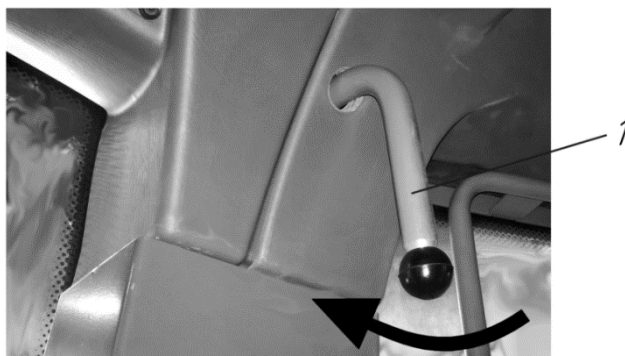

Рисунок 3.31. Разблокировка фиксатора двери
В полностью открытом положении, дверь кабины оператора фиксируется блокиратором двери, см. рис. 3.31.
- Повернуть рычаг 1, рис. 3.31, в направлении стрелки.